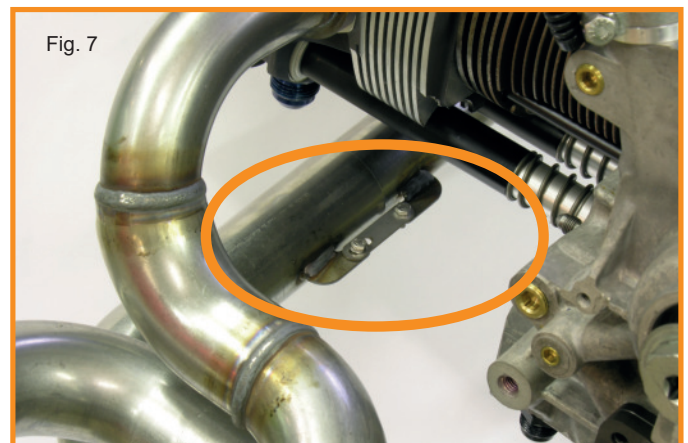

Fig. 7
- When proper alignment is achieved install the mounting-tabs on the J-tubes (Fig. 7)
- Ist der Kollektor ausgerichtet, ziehen Sie zunächst die M5 Schrauben und Muttern an den Befestigungslaschen (Fig. 7) fest.